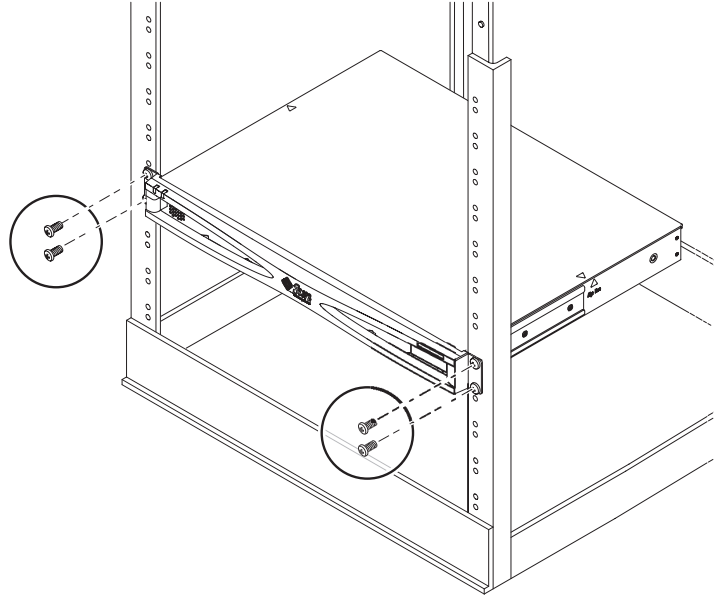

图 2-1 在标准 19 英寸机架中安装服务器
1. 在机架中定位 Netra X1 服务器并拧紧螺钉（请参见图 2-1）。